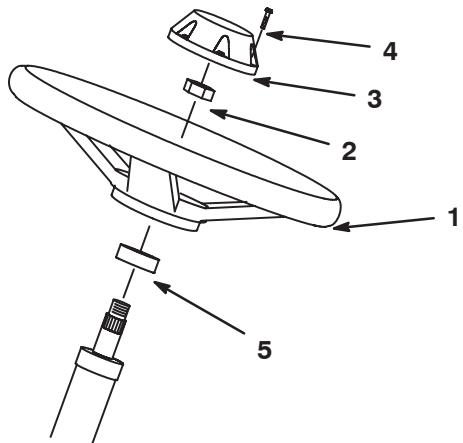

Bild 5
2. Nehmen Sie die Sicherungsmutter von der Lenkwellen ab. Schieben Sie die Schaumdichtung und das Lenkrad auf die Lenkwellen (Bild 5).
4. Befestigen Sie den Deckel mit der Schraube am Lenkrad (Bild 5).